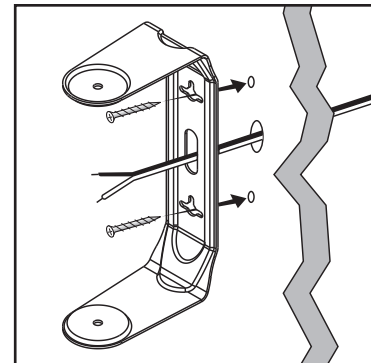

FIGURE 11
- 8) If speaker wire is being fed from a hole in the wall behind the bracket, pull this speaker wire through the hole in the bracket before mounting the bracket [figure 11].
- 8) Si le fil de haut-parleur destiné à l'enceinte est acheminé sous la surface du mur et sort derrière le support, passez le fil à travers le trou du support avant d'installer le support au mur (figure 11).